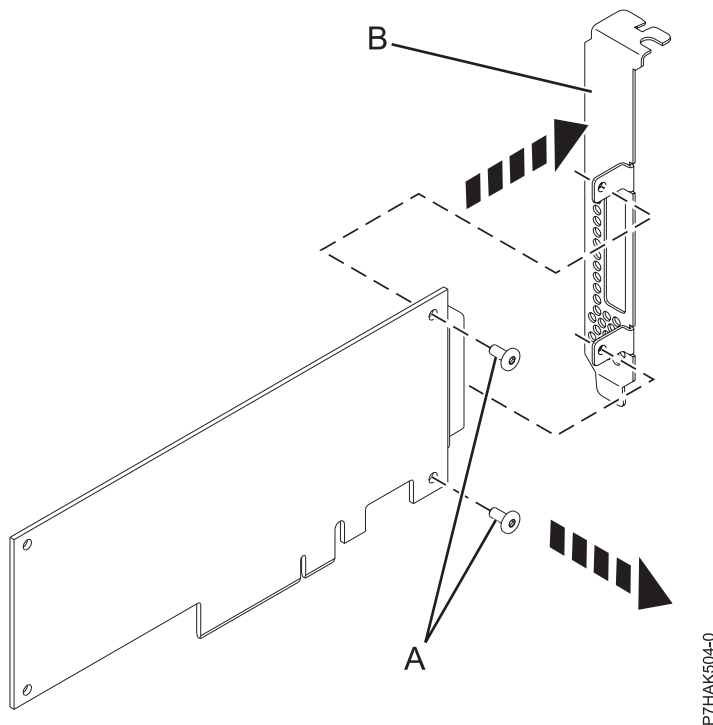

Figura 31. Remover um contraponto de perfil elevado de um novo adaptador PCIe
8. Utilize uma chave de fendas phillips, desaparafuse os dois parafuso de fixação (**A**) que ligam o contraponto de perfil elevado (**B**) ao novo adaptador PCIe, como demonstrado na Figura 31 na página 49.